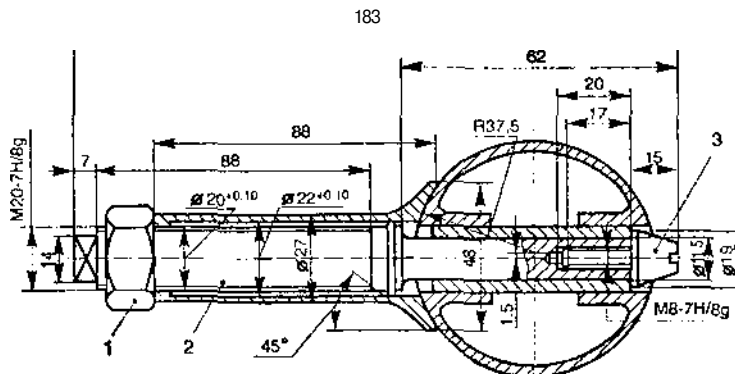

Рис. 2.25.2. Приспособление для выпрессовки поршневого пальца: 1 - гайка; 2 - оправка; 3 - наконечник.
2. Извлечь стопорные кольца поршневого пальца из канавки бобышки поршня. Вставить винт приспособления для выпрессовки поршневого пальца в отверстие пальца и ввернуть наконечник. Завертывая гайку приспособления, выпрессовать поршневой палец и снять поршень (рис. 2.25.2).